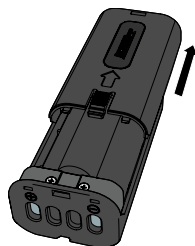

Figure 13
4. Faire glisser les couvercles des boîtiers de piles et insérer trois piles alcalines AA dans chaque boîtier selon la polarité illustrée à l'intérieur. (Figure 13)